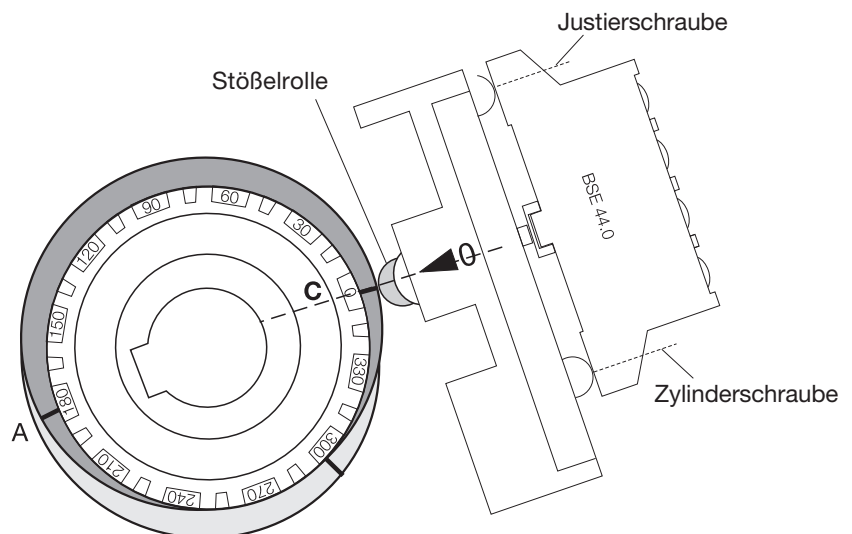

Bild 14: Schaltelement austauschen und justieren am Beispiel BSE 44, Einschalt-
1. Das neue Schaltelement mit der Zylinderschraube festschrauben (Bild 14).